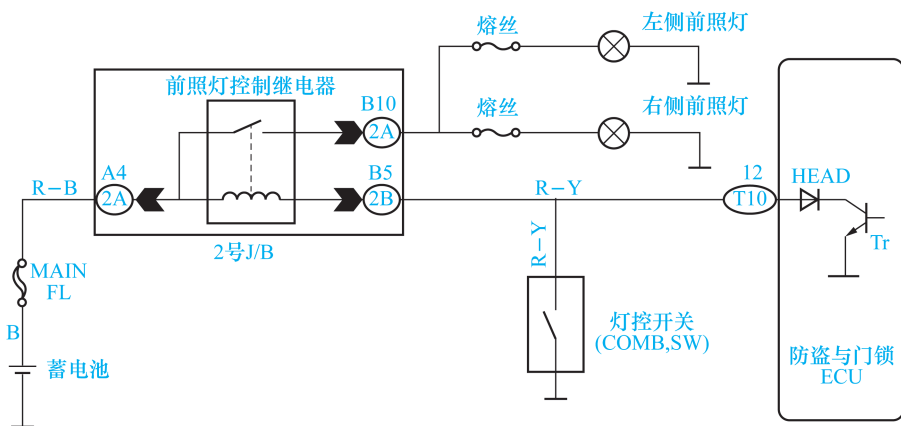

图 1-11 凌志汽车前照灯控制继电器电路
a. 电控单元与开关共同控制用电设备的工作。如图 1-11 所示为凌志汽车前照灯控制继电器电路,电控单元 12 号接线端子同时与灯控开关和继电器的电磁线圈连接。从图中可以看出,电控单元 12 号接线端子内部为电子开关(晶体管),该接线端子和灯控开关共同控制继电器的电磁线圈,当按下灯控开关或者 ECU 给晶体管一个触发信号使搭铁电路连通,任意一项满足,则前照灯工作。